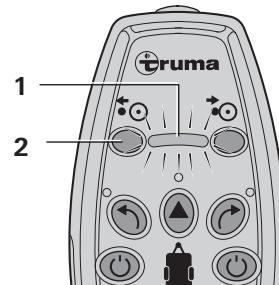

Figura 7
- Premere il tasto (figura 7 - 2) sul telecomando per circa 5 secondi e quindi rilasciarlo. Il rullo di trasmissione arretra. Dopo che il rullo di trasmissione è arretrato al massimo, al termine del processo avanza nuovamente di qualche millimetro per scaricare le parti meccaniche. Attendere la conclusione di questo processo. Durante il processo, la spia (figura 7 - 1) lampeggiava.